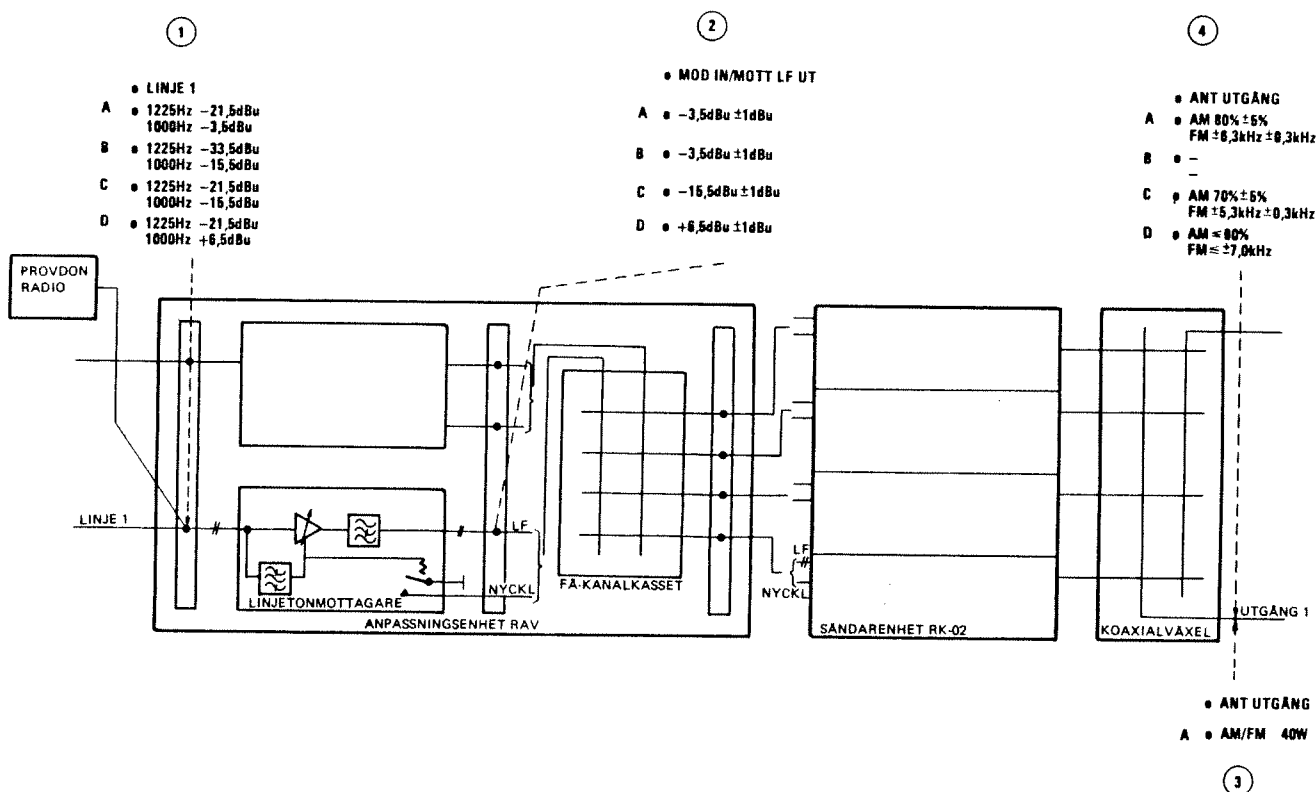

Bild 2
- Anslut provdon RADIO till vald linjetonmottagares stift LINJE **1**, bild 2, i anpassningsenhet RAV stiftfält.